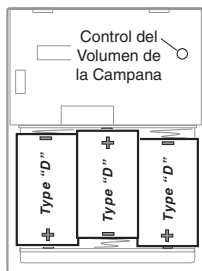

Figura 3
3. **Coloque las 3 pilas alcalinas "D".** Asegúrese de que estén correctamente colocadas (vea la Figura 3).
5. Ajuste del control del volumen. Regule el control de volumen al nivel deseado (vea la Figura 3).